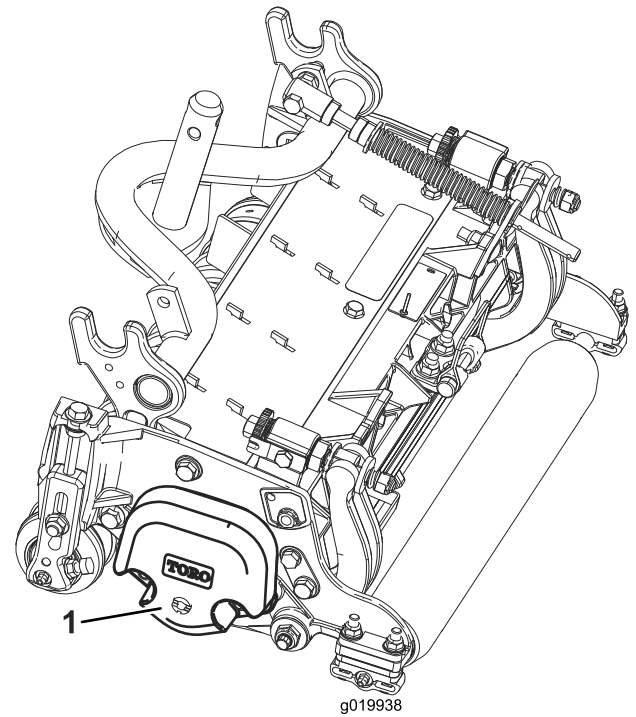

Figure 3
5. Veillez à monter le contrepois (Figure 3) du bon côté de l'unité de coupe, comme expliqué dans le *Manuel de l'utilisateur* de l'unité de coupe.